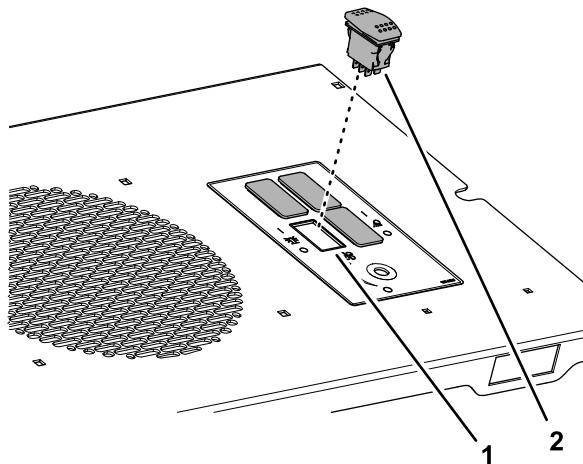

**Bild 10**
**Hinweis:** Der Anschluss der Rundumleuchte kann zum Verbinden aus der Rundumleuchtenfassung herausgeschraubt werden (Bild 10).
5. Befestigen Sie die Rundumleuchte an der Halterung an, wie in Bild 10 dargestellt.